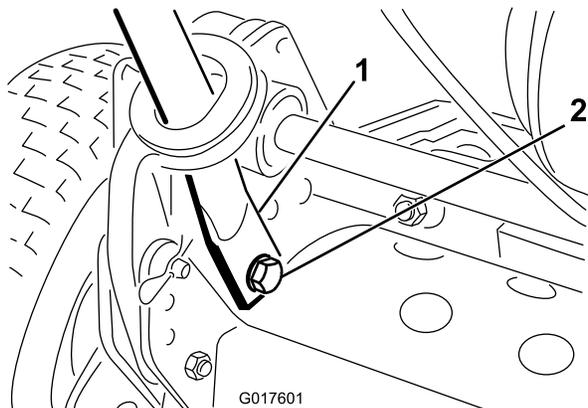

Figura 3
4. Faça força para dentro nas extremidades do manípulo e instale-as nos pinos de montagem (Figura 3).
5. Prenda as extremidades do manípulo nos pinos de montagem com os parafusos, anilhas e anilhas de bloqueio fornecidos (Figura 3).
6. Prenda a parte inferior dos braços do manípulo a cada lado do cortador com os parafusos e porcas de bloqueio previamente retirados (Figura 3). Assegure que instala os casquilhos nos furos de montagem do braço do manípulo.
7. Prenda os braços do manípulo à parte posterior do chassis com os pinos de segurança e ganchos de anel previamente retirados (Figura 3).